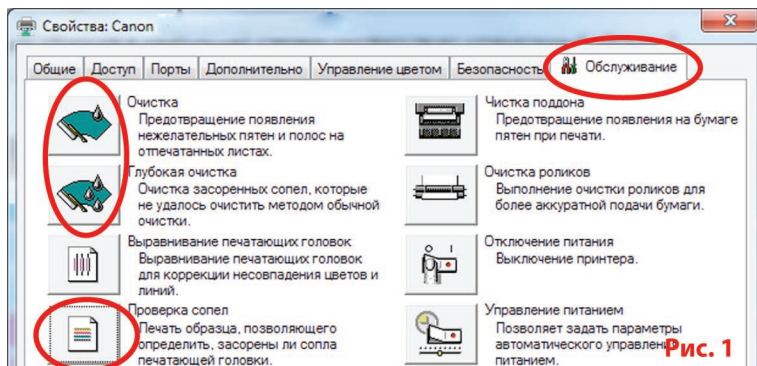

Рис. 1
1.2. Напечатайте тест проверки дюз для оценки работоспособности принтера. Для этого вызовите диалоговое окно настройки печати принтера: в Windows нажмите, «Пуск» > «Панель управления» > «Принтеры и факсы» > нажимаем правой кнопкой мыши на нужном принтере (МФУ) > в контекстном меню выбираем «Настройка печати» > в открывшемся окне (Рис. 1) выбираем вкладку «Обслуживание» > нажимаем кнопку «Проверка сопел».
Если тест дюз дал положительный результат переходите к установке СНПЧ. Результат отрицательный, выполните рекомендации по прочистке печатающей головки программными средствами принтера (Рис. 1) Вкладка «Сервис», кнопки «Очистка», «Глубокая очистка»), если это не дает положительного результата замените дефектный картридж на новый.